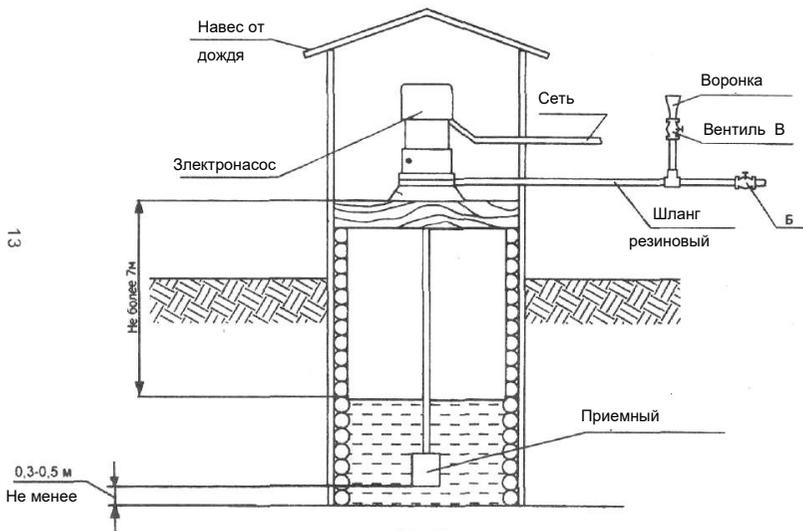

Рис. 9
- При перекачке воды из открытого водоема (рис. 8), колодца (рис.9) или скважины, расстояние от дна водоема до приемного клапана должно быть не менее 0,3 м.
- Вариант установки электронасоса для перекачки воды из колодца показан на рис. 9.